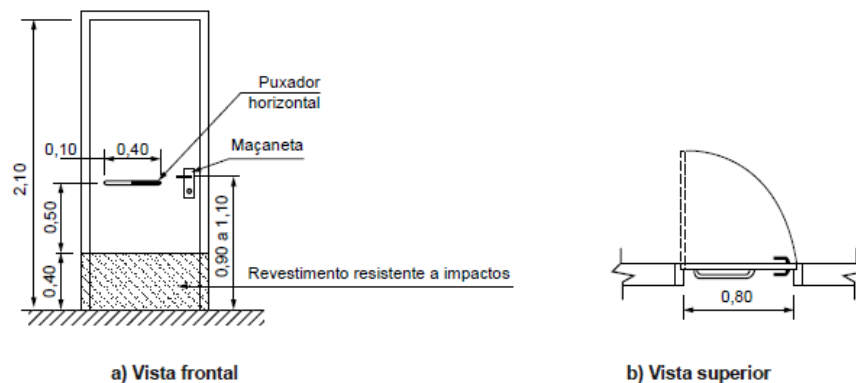

Figura 84 – Portas com revestimento e puxador horizontal
6.11.2.6 - As portas devem ter condições de serem abertas com um único movimento, e suas maçanetas devem ser do tipo alavanca, instaladas a uma altura entre 0,80 m e 1,10 m. Recomenda-se que as portas tenham, na sua parte inferior, no lado oposto ao lado da abertura da porta, revestimento resistente a impactos provocados por bengalas, muletas e cadeiras de rodas, até a altura de 0,40 m a partir do piso, conforme Figura 84.
6.11.2.7 - As portas de sanitários e vestiários devem ter, no lado oposto ao lado da abertura da porta, um puxador horizontal, conforme a Figura 84, associado à maçaneta. Deve estar localizado a uma distância de 0,10 m do eixo da porta (dobradiça) e possuir comprimento mínimo de 0,40 m, com diâmetro variando de 35 mm a 25 mm, instalado a 0,90 m do piso. O dispositivo de travamento deve observar o descrito em 4.6.8. Recomenda-se que estas portas ou batentes tenham cor contrastante com a da parede e do piso de forma a facilitar sua localização.